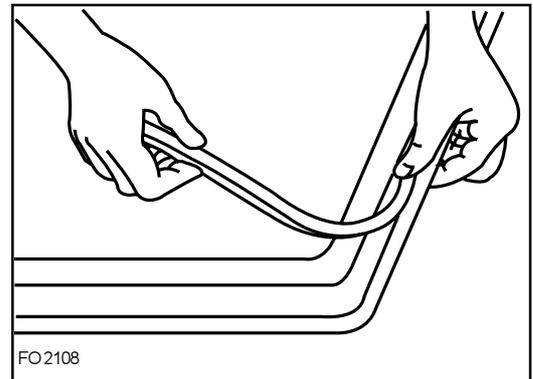

Fig.5 FO 2108
- 1) placez sur le bord inférieur de le plan de verre, le joint spécial (A) fourni comme équipement (Fig. 5), en s'assurant que les bouts joignent bien sans se superposer;